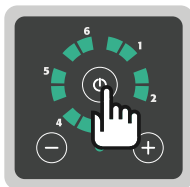

Fig. 10: Tecla de comando On/Off
8. Premir a tecla de comando «On/Off» no painel de controlo (Fig. 10).